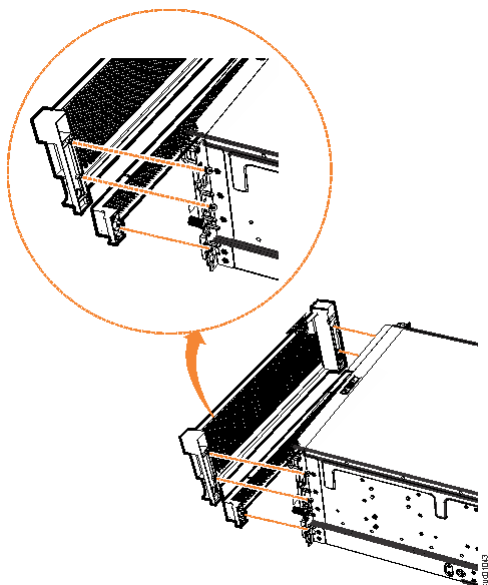

Figura 91. Substitua os componentes da fachada no gabinete de expansão
1. Alinhe a fachada frontal 4U com o gabinete para que os parafusos de orelha passem pelos buracos em cada lado. Conforme mostrado no Figura 91 na página 79, essa ação alinha os orifícios do parafuso na parte traseira da fachada com os orifícios do parafuso no flange frontal do gabinete.
3. Reconecte a fachada 1U inferior que cobre as unidades da fonte de alimentação (PSUs). Alinhe a fachada com o gabinete e empurre-a com cuidado até que se encaixe no lugar no chassi, conforme mostrado em Figura 91 na página 79.